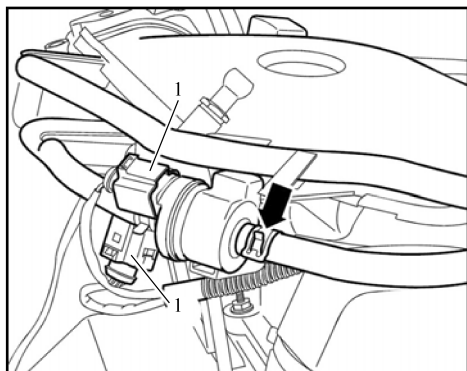

图 5-9 断开炭罐清洗软管
- 6) 如图 5-9 所示, 将炭罐电磁阀的电气插接器 1 脱开。